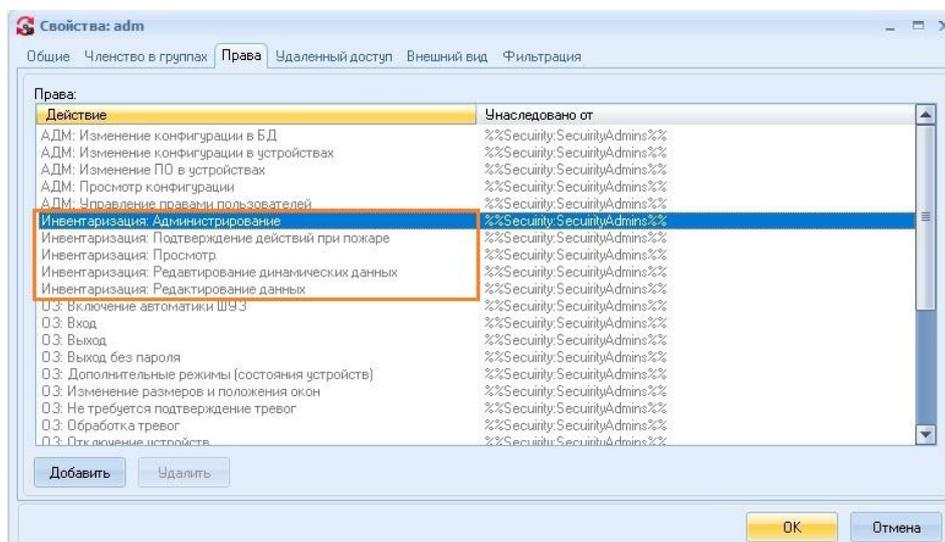

Рисунок 18.3 Выбор прав пользователя, окно «Свойства», приложение «Управление Диспетчером серверов»
6) Настроить права пользователей, имеющим доступ на редактирование динамических данных в приложении «Управление Диспетчером серверов» (См. 3.2, закладка **Права**, Рисунок 18.3).